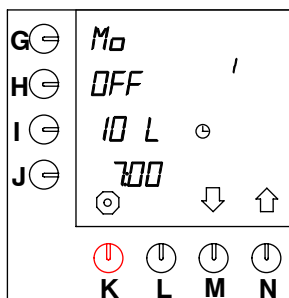

Fig. 34 Impostazioni preprogrammate (inattive)
Sono preprogrammate 14 "impostazioni orarie" per tutti i giorni della settimana. Non appena tali valori vengono attivati mediante la procedura seguente, diventano attivi e visibili solo in modalità utente. Le impostazioni possono essere tutte configurate come si desidera. Le 14 impostazioni sono configurate sui valori standard (vedere fig. 34):
- Premere il tasto di selezione (N.)↑ fino a che sullo schermo viene visualizzato quanto illustrato nella fig. 34